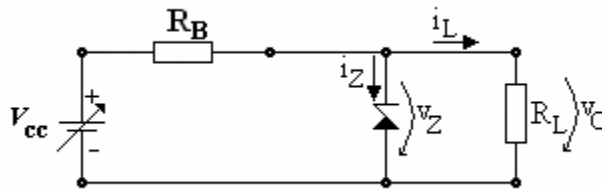

Figura 2
Schema de principiu este reprezentată în Figura 2:
Să observăm că, acceptând referințele din Figura 2 pentru mărimile i_Z și v_Z , avem:
-Se realizează circuitul din Figura 2 cu DZ 9V1 ($I_{ZM} \approx 30\text{mA}$) ($V_{CC})_{\text{max}} = 20\text{V}$, $R_B = 180\Omega$ și $R_L = 540\Omega$.